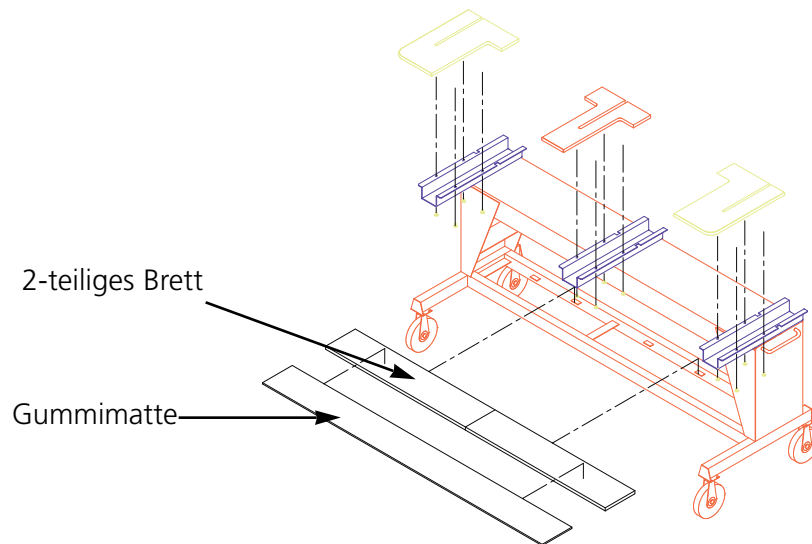
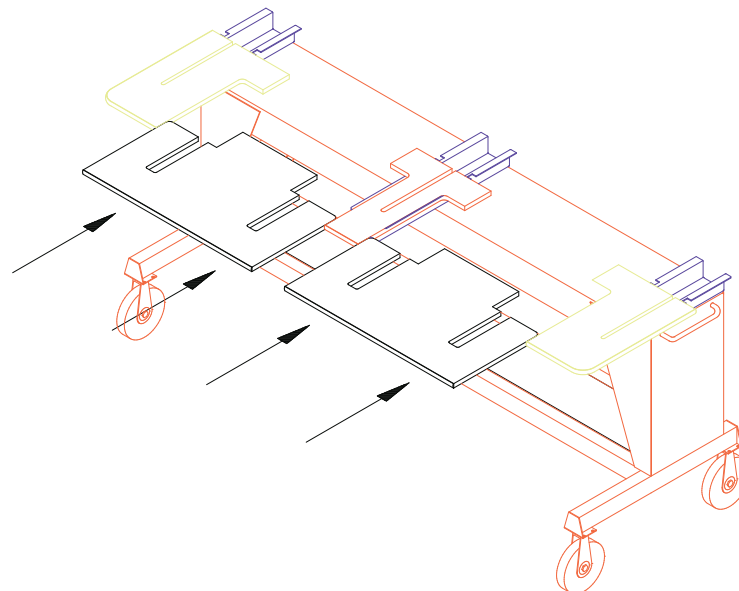

Abbildung 1-5
Abbildung 1-6
Es gibt fünf Tischplattenteile (siehe Abbildungen 1-5). Die beiden Seitenteile und den mittleren Teil wie in Abbildung 1-5 an den Tisch anschrauben. Die beiden restlichen Teile an ihren Platz schieben wie abgebildet in Abb. 1-6. Dieser Aufbau ermöglicht es, daß die Tischplatten um die Stickköpfe herum einfach abgenommen werden können, um den Kappenrahmenantrieb anzubringen oder die Wartung durchzuführen.
2. Zur Tischplatte gehören noch ein 2-teiliges Brett und eine Abdeckmatte (siehe Abb. 1-5). Die Brettteile auf die Trägerstützen legen, die sich unten am Tisch befinden und die Matte auf die Brettteile legen.
3. Die beiden letzten Platten einschieben (siehe Abb. 1-6). Sie passen auf die Führungsschienen der Seiten- und Mittelteile.
Die fünf hinteren Abdeckungen werden vorne an den Außenrahmen mit Plastikstiften angebracht und hinten mit Metallschrauben. Die Abdeckungen müssen in der vorgegebenen Reihenfolge installiert werden. Siehe dazu Abb. 1-5.